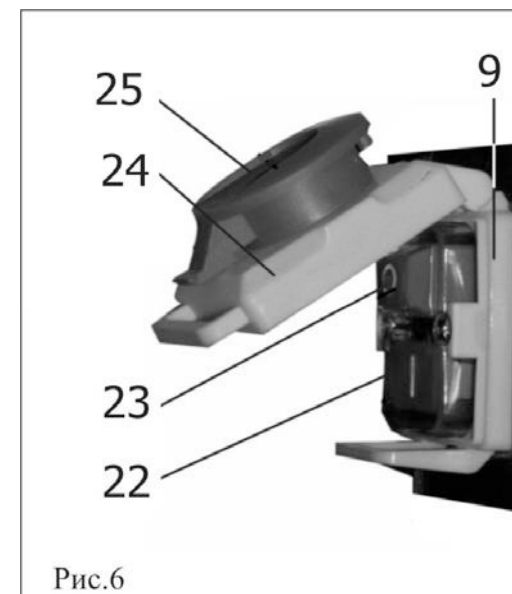
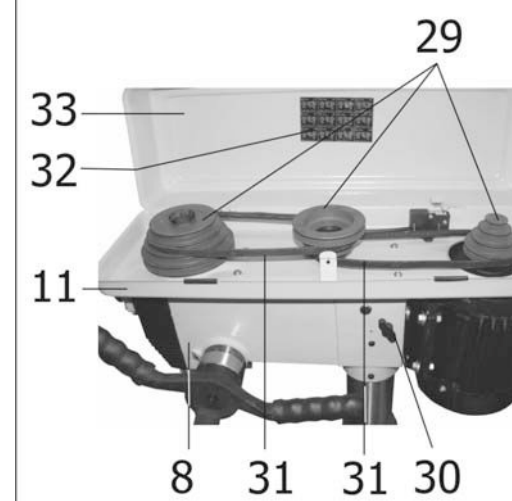

Рис.6
Рис.8
10.2. Перед тем как включить станок, проверьте, закрыта ли крышка (33) кожуха ременной передачи (11), Рис.8. Ключ к сверлильному патрону (Р), Рис.1, не должен оставаться в сверлильном патроне (6), Рис.2. Режущий инструмент в сверлильном патроне (6) должен быть хорошо зажат. Если режущий инструмент не установлен, то кулачки сверлильного патрона (6) должны быть сведены, Рис.2.
10.3. Станок оснащен магнитным пускателем, предотвращающим самопроизвольное включение после отключения питания. Магнитный пускатель (9), Рис.6, закрыт защитной крышкой (24) и заблокирован кнопкой (25), предотвращающей самопроизвольный пуск станка после нажатия на кнопку (25), Рис.6. При закрытой крышке (24) станок автоматически отключается от питания; станок можно включить только после открытия крышки (24) и нажатия зеленой кнопки (22). Отключение станка производится нажатием на красную кнопку (23), Рис.6. В случае необходимости экстренного отключения станка, следует нажать на красную кнопку (25), в результате чего произойдет отключение питания станка, Рис.6.
10.6. При открытии крышки (33) кожуха ременной передачи (11), Рис.8, станок должен отключиться. Повторное включение станка возможно после закрытия крышки (33) кожуха ременной передачи (11), Рис.8 и вторичного нажатия на зеленую кнопку (23), Рис.6. (см. п.10.3.)
Скорость вращения шпинделя регулируется изменением положения клиновых ремней (31) на ступенях шкивов (29), Рис.8. Можно установить 12 скоростей вращения шпинделя. Схемы положения клиновых ремней (31) на шкивах (29) для 12 вариантов скоростных режимов показаны на наклейке (32), находящейся на внутренней стороне крышки (33) кожуха ременной передачи (11), Рис.8.
Для изменения скорости вращения шпинделя предварительно следует ослабить натяжение клиновых ремней (31), Рис.8. Для этого необходимо ослабить винты фиксации (30), расположенные симметрично с двух сторон шпиндельной головки станка (8), Рис.8. Затем с помощью ручки (34) переместите электродвигатель (13) в сторону режущего инструмента, Рис.9. Руководствуясь данными наклейки (32) на крышке (33) кожуха ременной передачи (11), необходимо установить ремни (31) на ступенях шкивов (29) в требуемые позиции, Рис.8. Натянув клиновой ремень с помощью ручки (34), Рис.9, можно переместив электродвигатель (13), Рис.9, в сторону от режущего инструмента и зафиксировать необходимое натяжение винтами фиксации (30) с двух сторон шпиндельной головки (8), Рис.8.